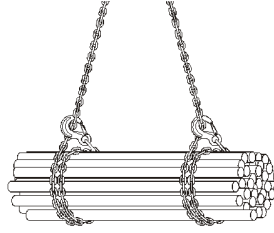

Bild 11: doppelt geschnürt
**Anschlagart doppelt geschnürt:** Dieses Verfahren bietet eine höhere Sicherheit bei losen Bündeln durch zusätzliche Umschlingung der Last (siehe Bild 11 und 13). Bei Anwendung des doppelten Schnürganges ist die Tragfähigkeit (WLL) ebenfalls auf 80 % der Tragfähigkeit lt. Anhänger begrenzt.